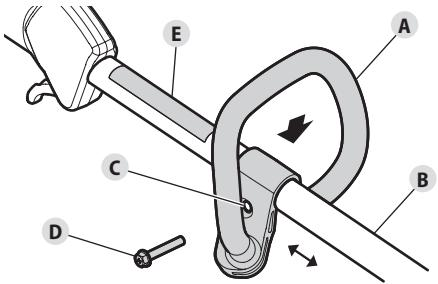

Fig. 10
- Oprima la manija (Fig. 10-A) hacia abajo sobre el alojamiento del eje superior (Fig. 10-B). Asegúrese de que el orificio del perno (Fig. 10-C) mire hacia la derecha.
- Inserte el perno (Fig. 10-D) en el orificio del perno y oprímalo para que pase a través de él. Ajuste el perno con un destornillador de cabeza plana, pero no lo ajuste completamente.
- Mantenga la unidad en la posición de funcionamiento (Fig. 16). Mueva la manija hacia arriba o abajo del alojamiento del eje superior hasta que esté en una posición cómoda. Compruebe que la manija esté ubicada más allá del extremo de la etiqueta de seguridad (Fig. 10-E).
1. Afloje el perno (Fig. 10-D) con un destornillador de cabeza plana.
2. Mantenga la unidad en la posición de funcionamiento (Fig. 16). Mueva la manija hacia arriba o abajo del alojamiento del eje superior hasta que esté en una posición cómoda. Compruebe que la manija esté ubicada más allá del extremo de la etiqueta de seguridad (Fig. 10-E).